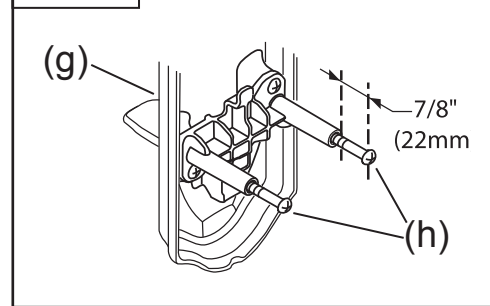
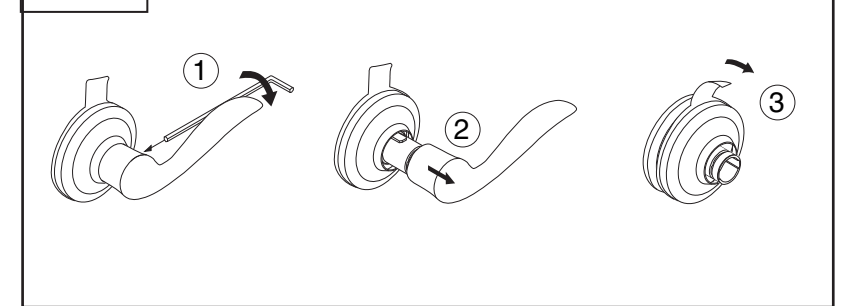

FIG. 2
FIG. 3
- For (KI) lever with hidden screws: If required, separate assembly as in figure 2. Then, refer to figure 3 and proceed as follows: (1) With handleset mounted on exterior side of door, mount interior assembly (k) making sure set screw is facing away from door edge. (2) Rotate counterclockwise to receive the pre-installed screws (h). Once flush, (3) rotate clockwise and (4) tighten screws. (Note, periodic retightening may be required.) (5) Install the cover (m). (6) Install appropriate lever (n). (7) Tighten set screw.
- Pour levier (KI) avec les vis cachées: S'il y a lieu, séparez l'assemblage suivant les indications du figure 2. Puis, référez-vous au figure 3 et suivez de la manière suivante: (1) Avec l'ensemble de poignée a monté sur le côté intérieur de la porte, placez le montage intérieur (k), avec la vis de réglage fait face loin à partir du bord de porte. (2) Tournez dans le sens contraire des aiguilles d'une montre pour recevoir les vis préinstallées (h). Une fois qu'il est serré contre la porte, (3) tournez dans le sens des aiguilles d'une montre et (4) serrez les vis. Note, le resserrage occasionnel peut être exigé. (5) Installez la couverture (m). (6) Installez le levier (n) approprié. (7) Serrent la vis de réglage.